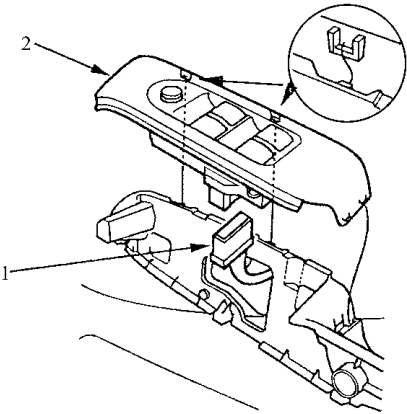

图 12-83 从主控开关上断开 5P 插接器
- 2) 再从主控开关上断开 5P 插接器。如图 12-83 所示，拆卸 2 个装配固定螺钉和开关。